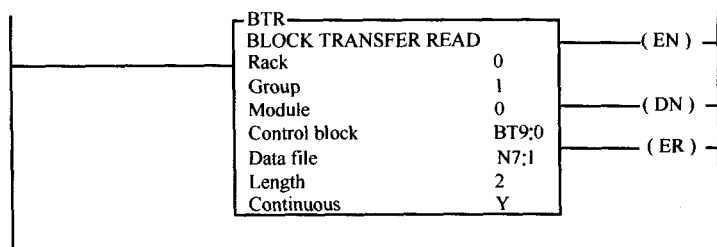

图 12-10 Allen-Bradley PLC-5 块传送指令从模拟输入模块读取数据
4) 模拟量与数字量之间的转换不是即刻完成的。当模拟 I/O 模块正在进行转换时，其过程是不可控制的。在图 12-10 的例子中，每当模拟输入模块的前一次的读操作完成时，这个 Allen-Bradley PLC-5 程序就会向该模块请求新的一组输入数据，而该模拟输入模块是当所有的输入通道的模数转换完成后，才会将新一组数据传给 PLC-5 的 CPU。这样的延时是不容易被程序员所发现的。